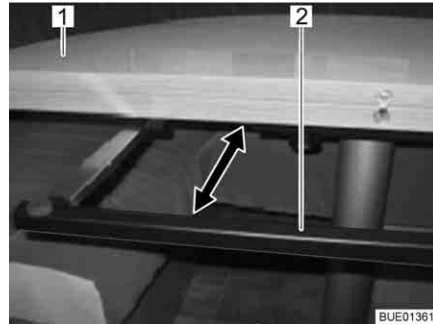

Fig. 112 Étrier support
- Ouvrir jusqu'en butée l'étrier de support (Fig. 112,2) sous le plateau de table (Fig. 112,1).